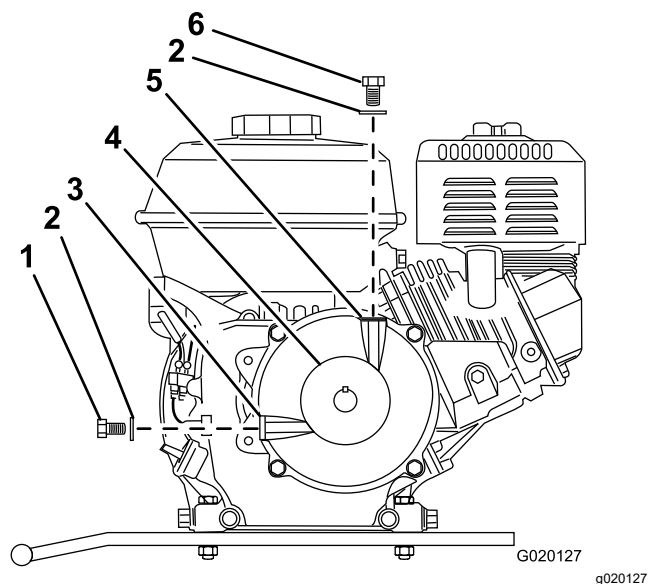

Figura 59
6. Retire el perno y la arandela de llenado del orificio de llenado situado encima de la caja reductora (Figura 59).
7. Retire el perno de comprobación del nivel de aceite y la arandela del orificio de nivel de aceite en el lateral de la caja reductora (Figura 59).
12. Instale el perno de comprobación del nivel de aceite y la arandela en el orificio de nivel de aceite de la caja reductora y apriete el perno (Figura 59).
13. Instale el perno de llenado y la arandela en el orificio de llenado de la caja reductora y apriete el perno de llenado (Figura 59).